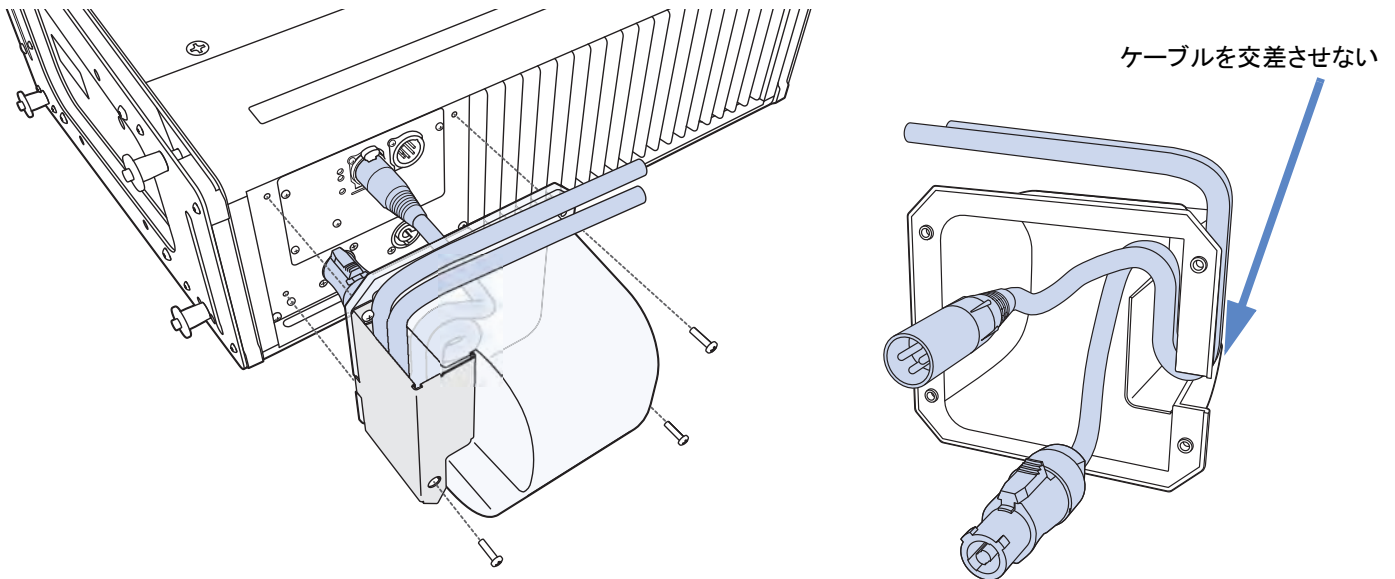

図48: レインフードとUWシールドを装着したLINA(左)と、レインフードの内側から見た内壁上のケーブル配線の様子(右)
LINAのリジッドリムーバブルレインフードとUWレインフードシールドは、付属の4本のネジで簡単に着脱できます(図48)。
2. ケーブルがレインフードの内側の壁を越えて下がるように注意して配線し(図48の右を参照)、スロットから出します。
- ⚠ **注意:** レインフードを取り付けた場合、スピーカーの適切な向きは1つに限定されます。図48をご参照ください。